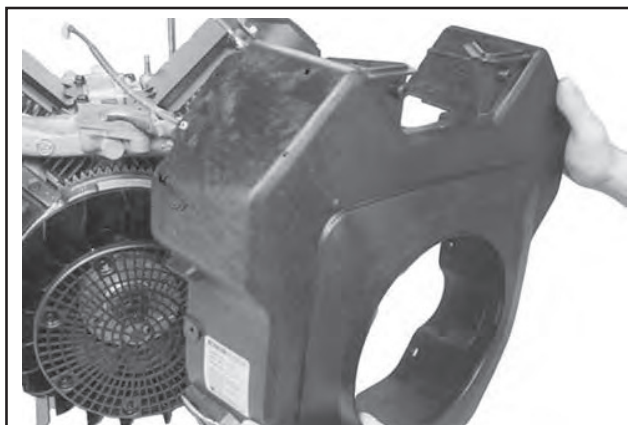

Abbildung 9-38. Entfernung des Lüftergehäuses.
9. Die verbleibenden geflanschten Sechskantschrauben entfernen und das Gehäuse vom Lüfter abnehmen. Siehe Abbildung 9-38.